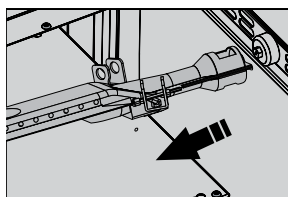

Figura 44
- Desensamble los tornillos que fijan el quemador con un destornillador adecuado y retire el quemador (Ver figura 44).